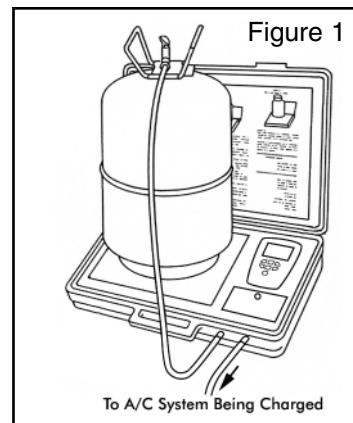

Figure 1
- 4) Coloque la botella sobre la plataforma de carga y conecte las mangueras como indica la Fig. 1.